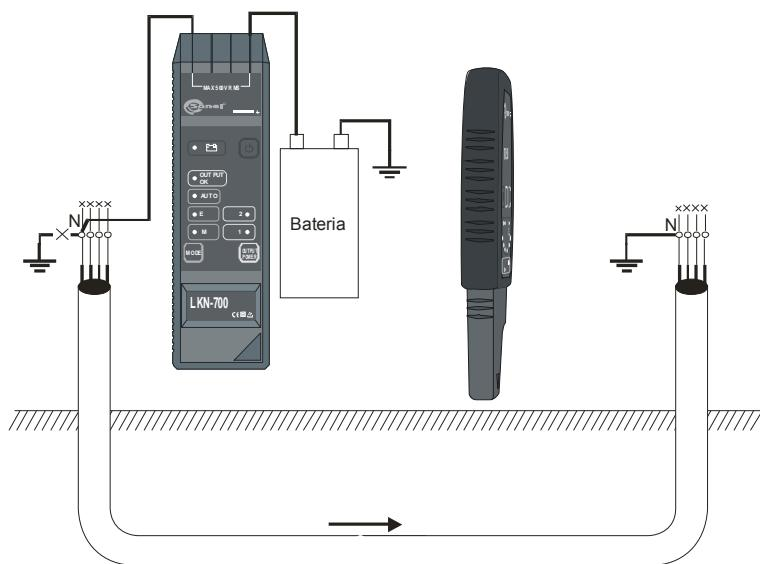

Рис.17 Поиск обесточенного кабеля в земле с использованием дополнительного источника питания – переменное или постоянное напряжение до 500 В.
- Клавишей **4** установить режим работы «ток» «M» или «AUTO». Подключить дополнительный источник напряжения (Рис.17);